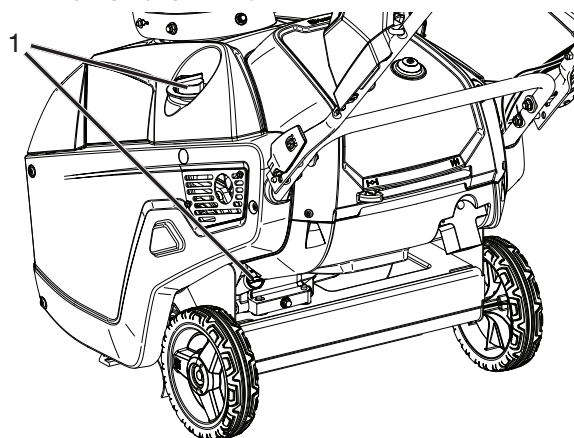

Figure 25
7. Nettoyer la zone autour du bouchon de remplissage d'huile/ de la jauge (Figure 25).